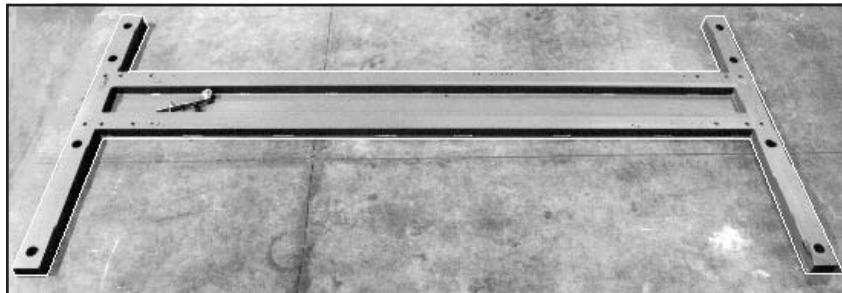

Fig.33
- 3 - Posizionare il basamento nella zona prestabilita per l'installazione (fig.33).
- 3 - Position the base in the installation area (fig.33).